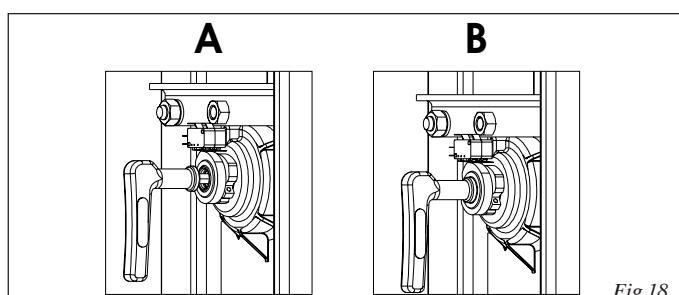

Fig.18
- Den Spezialschlüssel im Pfosten in die Entriegelungsöffnung (Abb. 18 - Bez. A) einführen und im Uhrzeigersinn einige Male bis zum mechanischen Anschlag drehen.
**Achtung: Auf dem Entriegelungsschlüssel befindet sich ein kreisförmiger Rand, der auf die Welle aufgelegt werden muss (Abb. 18, Bez. B). Wenn diese Position erreicht ist, den Entriegelungsschlüssel nicht weiter drehen, um die Funktionsfähigkeit des Systems nicht zu beeinträchtigen.**